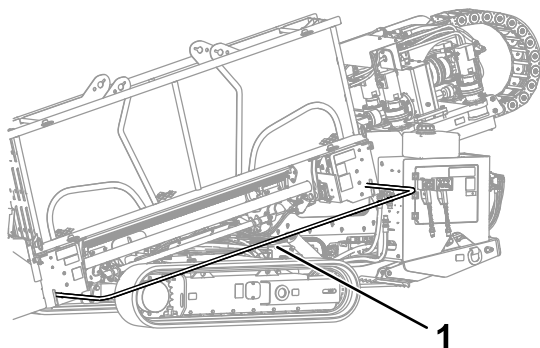

Figura 41
- Baje la barra de seguridad peatonal y sujétela (Figura 41).